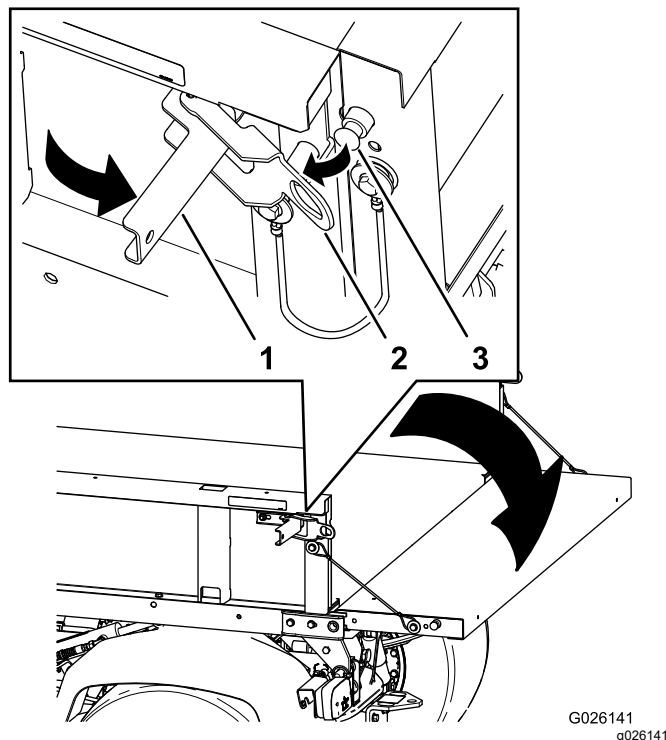

Figure 16
2. Ouvrez les verrous sur les côtés droit et gauche du plateau de chargement et abaissez le hayon (Figure 16).